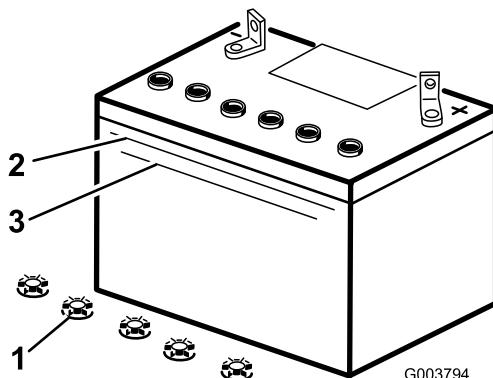

Figura 38
3. Osservate il fianco della batteria. L'elettrolito deve raggiungere la linea superiore (Figura 38). Non lasciate scendere l'elettrolito sotto la linea inferiore (Figura 38).
3. Togliete i tappi di rifornimento dalla batteria (Figura 38).
4. Aggiungete lentamente acqua distillata in ogni elemento della batteria finché l'elettrolito non raggiunge la linea superiore (Figura 38) sulla scatola della batteria.
5. Attendete cinque o dieci minuti dopo avere riempito gli elementi della batteria. All'occorrenza, aggiungete acqua distillata finché l'elettrolito non raggiunge la linea superiore (Figura 38) sulla scatola della batteria.